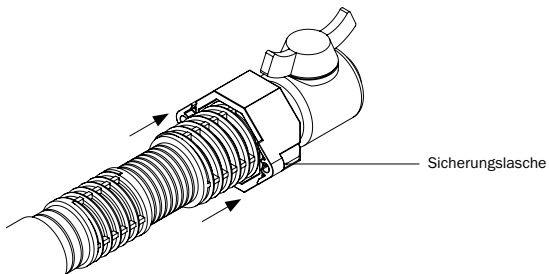

Abbildung 5.3: Positionierung der Sicherungsflasche
- Sicherungsflasche mit Schraubausparung von unten nach oben über die Gashauseinführung Schuck DN 25 bis zum Kugelhahn schieben (s. Abbildung 5.3).